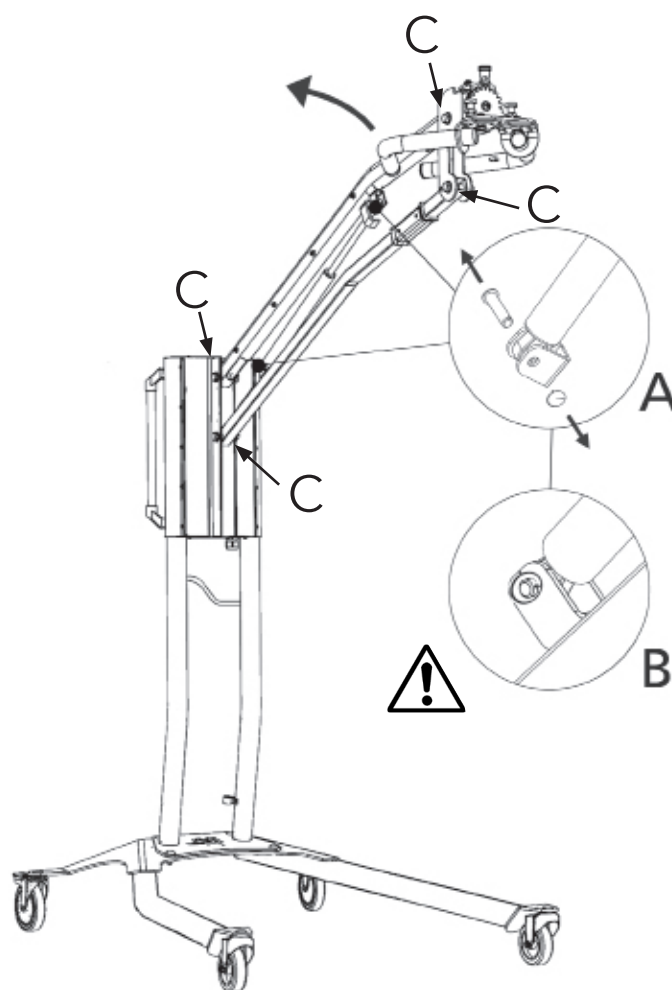

Figura 2
Se il braccio mobile non si ferma nella posizione più alta o più bassa ma si abbassa o si alza leggermente da solo, serrare i 4 bulloni indicati con la lettera "C" nella figura 2. Se il braccio continua a non fermarsi o diventa difficile da regolare, è necessario sostituire la molla a gas.
2. Posizionare il braccio parallelo nella posizione più verticale possibile. (figura 2)
4. Rimuovere gli anelli di bloccaggio e i due perni. Spostare la molla a gas leggermente verso l'alto/avanti e quindi rimuoverla. (figura 2)